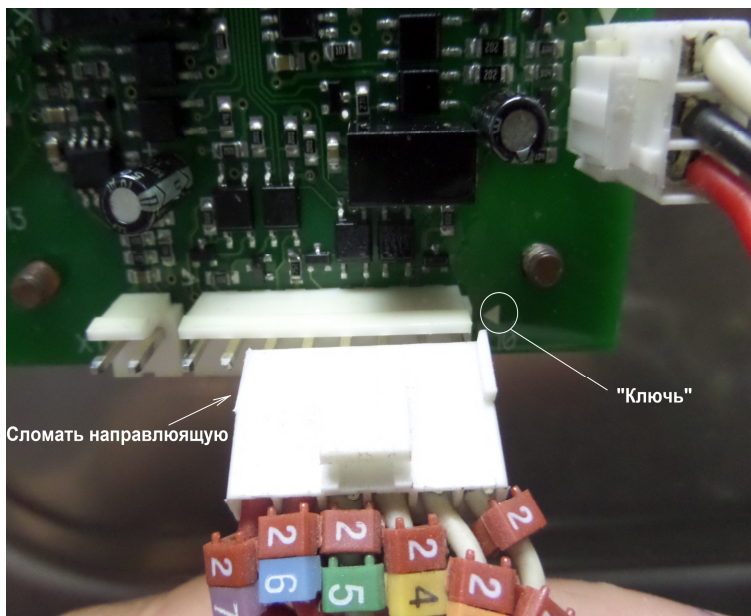

Рисунок 1
- ориентируясь на «ключ» разъема X10(белый треугольник рядом с разъемом) подвести ответную часть разъема к контроллеру (см. рисунок 1);